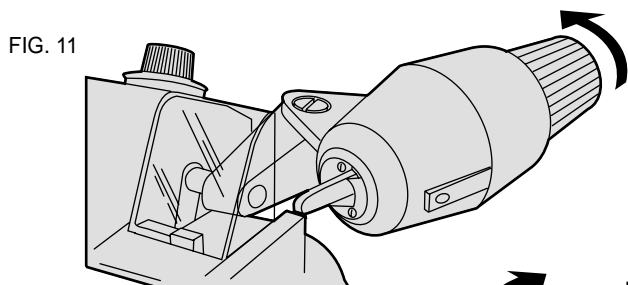

FIG. 11
Afilado de brocas (Figs. 11, 12, 13, 14, 15, 16)
1. La cabeza inclinable tiene dos posiciones preestablecidas, separados 180°. Gire el mango para asegurarse que asiente, con el buscador en la posición superior. Asegúrese que el interruptor del selector esté en la posición "S" (afilar) (Fig. 11).